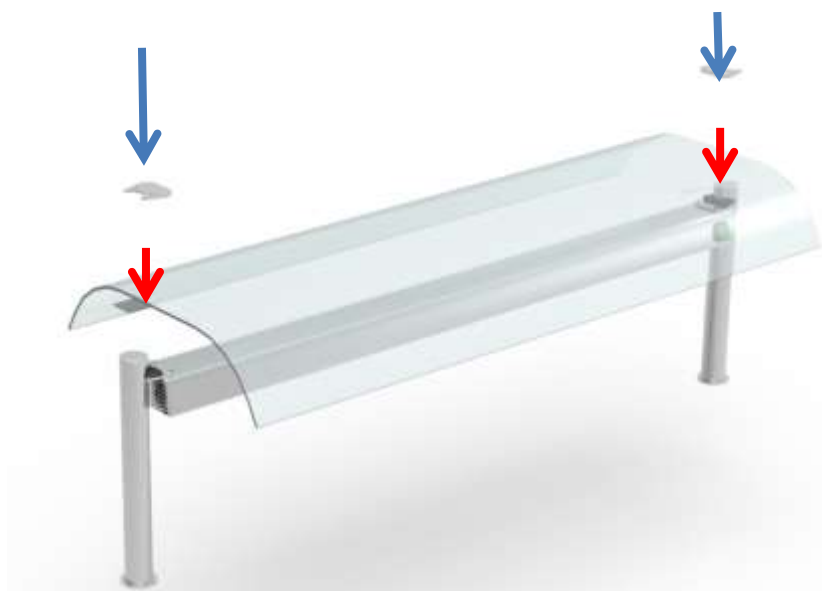

Fig.5
- 6 Una vez realizada la instalación eléctrica, y colocadas las dos patas de la pantalla en su ubicación correspondiente, procedemos a colocar el cristal; para ello, lo apoyamos sobre la pieza(B), posicionamos la pieza (E), y atornillamos en los agujeros dispuestos a tal fin.(Fig.5)